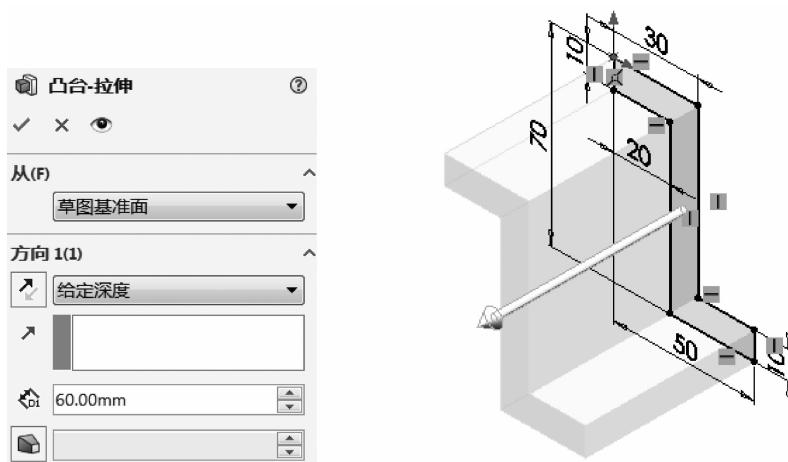

图 1-33 设定深度为“60mm”
(5)选用特征。调出【特征】工具栏,单击【拉伸凸台/基体】按钮 \square ,出现【凸台-拉伸】属性管理器,在【方向 1(1)】下拉列表框中选择【给定深度】,在【深度】文本框中输入“60mm”,单击【确定】按钮 \checkmark ,如图 1-33 所示。